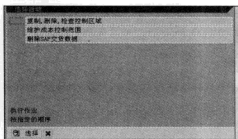

图 5-99 维护成本控制范围
STEP 1 在命令栏输入 SPRO 命令，通过菜单选择“企业结构→定义→控制→维护成本控制范围”选项，或者直接在命令栏中输入 OX06 命令，在弹出的“选择活动”对话框中选择“维护成本控制范围”选项，如图 5-99 所示。